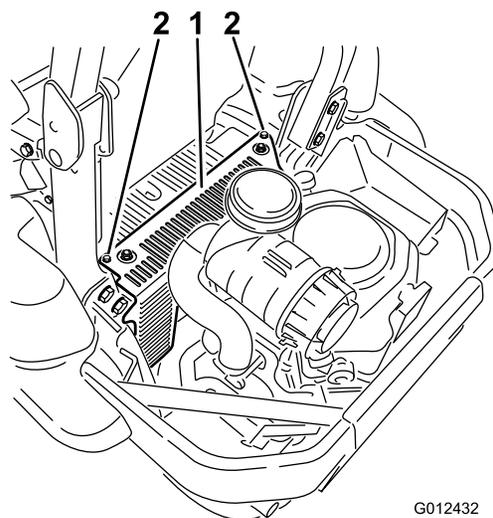

Figure 56
3. Déposez le carénage de l'unité hydraulique et les 2 boulons qui y sont fixés (Figure 56).
5. Posez le carénage de l'unité hydraulique gauche (Figure 56).